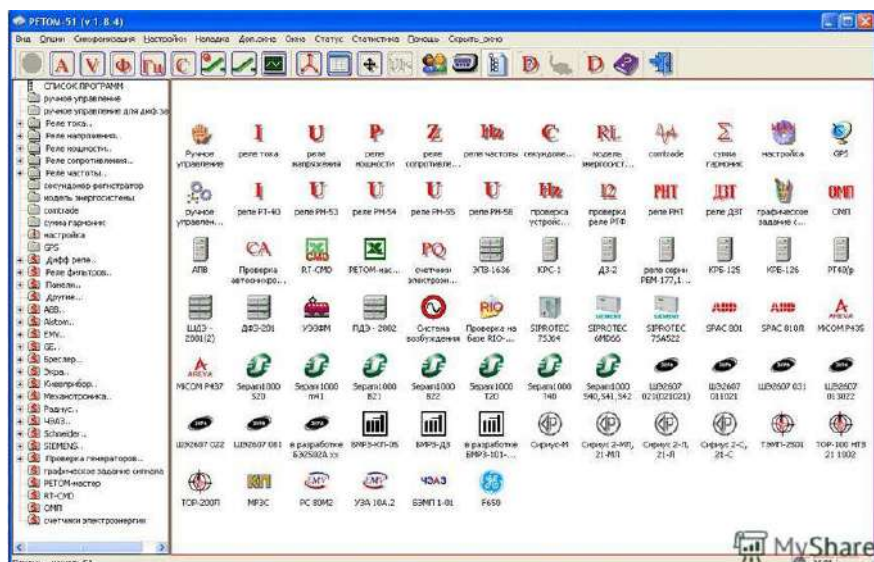

Рисунок 4.9 – Окно «РЕТОМ-61»
12. Запустить приложение «РЕТОМ.exe» от имени администратора (рис. 4.9).